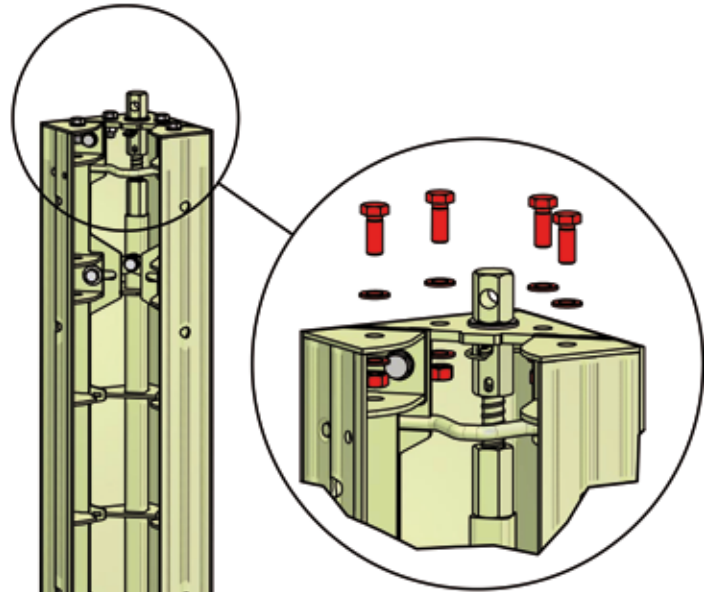

Abb.5
1. Um zwei Ausschalinnecken miteinander zu verbinden, müssen die Schrauben der unteren Ecke an der Kopfplatte entfernt werden. (siehe Abb. 5)